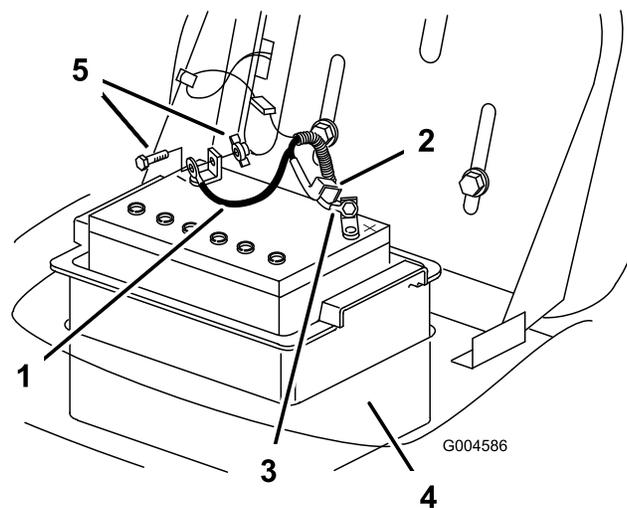

Figure 26
7. Débranchez le câble négatif (noir) de mise à la masse de la borne de la batterie (Figure 26).
9. Débranchez le câble positif (rouge) de la borne de la batterie (Figure 26).
10. Sortez le compartiment de la batterie et la batterie du châssis (Figure 26).
1. Placez le compartiment de la batterie et la batterie dans le châssis (Figure 26).
2. Connectez le câble positif (rouge) à la borne positive (+) de la batterie à l'aide du boulon et de l'écrou à oreilles (Figure 26).
4. Connectez le câble négatif (noir) à la borne négative (-) de la batterie à l'aide du boulon et de l'écrou à oreilles (Figure 26).